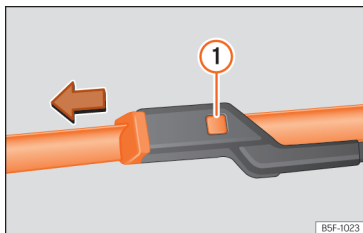

Fig. 151 Substituição das escovas do limpa-vidros.
- Mantenha pressionado o botão de desbloqueio » » » Fig. 151 ① puxando ligeiramente pela escova no sentido da seta.